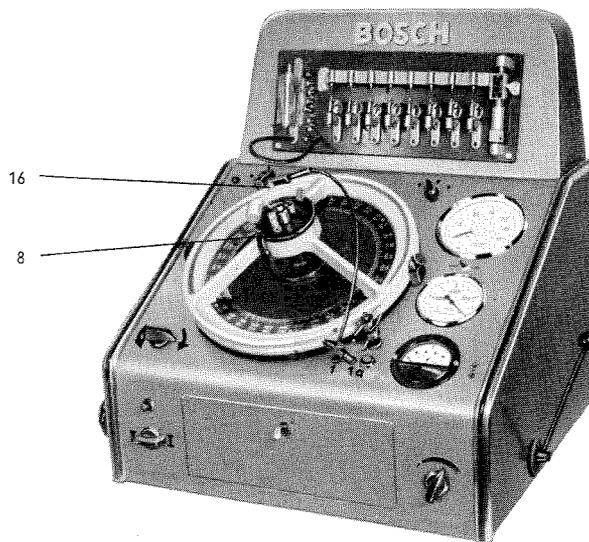

Bild 4
Mitnehmerscheibe herausziehen und nach Lösender 3 Zylinderschrauben Rastenscheibe (4) abnehmen. Anstelle der Rastenscheibe den Zangenkopf (7) einsetzen und festschrauben. Ausgebauete Verteilerachse in den Zangenkopf und Unterbrecherplatte (8) in die Brücke einsetzen. Verteilerachse so verschieben, daß Nocken und Unterbrecherhebel in der Höhe übereinstimmen. Spannzange festziehen (s. a. Bild 4).
E) Aufnehmen der Fliehkraft-Verstelllinie an ausgebauten Verteilerachsen (Bild 4)